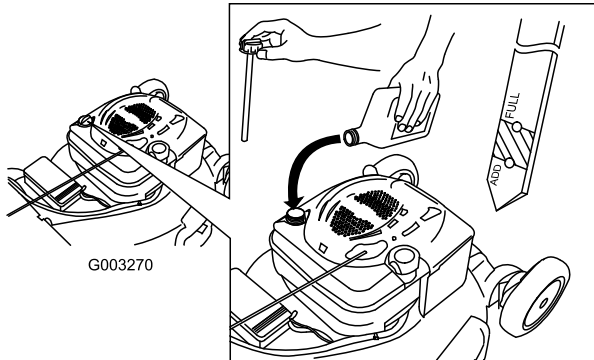

Figure 12
1. Retirez la jauge, essuyez-la sur un chiffon et remettez-la dans le goulot de remplissage (Figure 12).
2. Sortez de nouveau la jauge et contrôlez le niveau d'huile (Figure 12). Si le niveau n'atteint pas le repère minimum (Add) de la jauge, versez **lentement** suffisamment d'huile dans le goulot de remplissage pour faire monter le niveau au repère maximum (Full). **Ne remplissez pas excessivement.** (Remplissage max. : 0,59 l (20 oz), type : huile détergente SAE 30 de classe de service API SF, SG, SH, SJ, SL ou supérieure.)